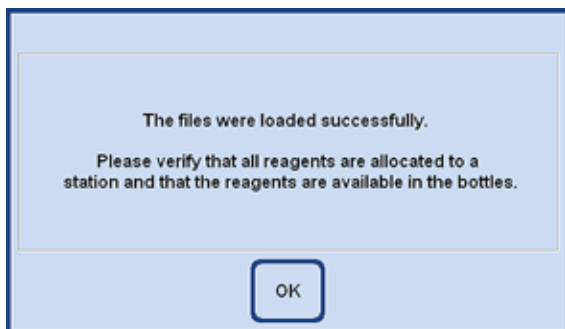

Bild 120
- När datainläsningen har slutförts visas ett meddelande där du blir ombedd att kontrollera att reagenserna har tilldelats rätt (bild 120).